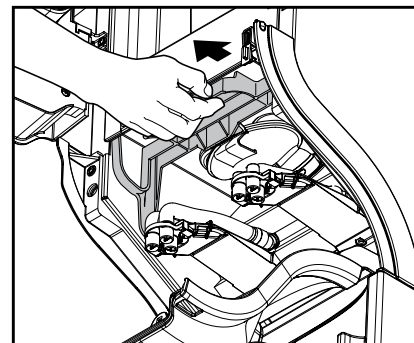

Fig. 27
- c. Træk i udløsningsstangen for at udløse hele blandebeholderen (fig. 27).